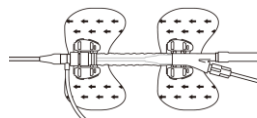

図 6. IABP 固定具使用による固定
- (9) シースキャップについての翼部および分岐部についての翼部を患者に縫合または IABP 固定具を用いて固定する。(図 6 参照) **